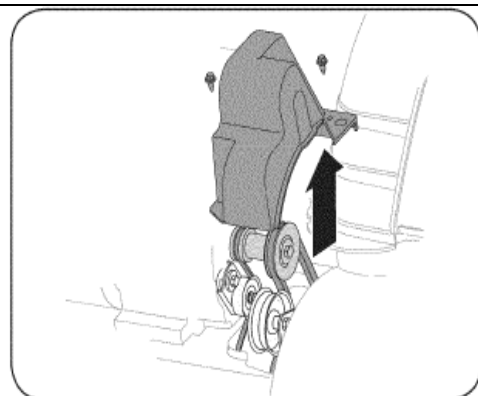

Рис. 27
2. Отверните 2 самореза, крепящих пластиковый кожух ремня в передней части двигателя, и снимите его. См. Рис. 27.